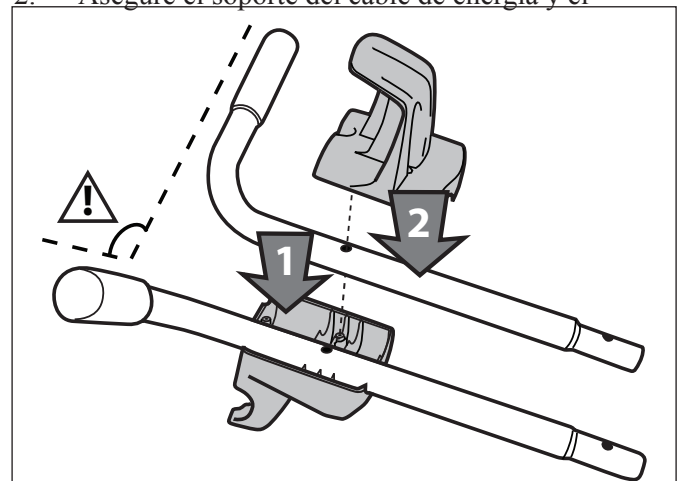

Figura 2. Instale los soportes en las manijas superiores
1. Coloque el soporte del cable de energía y el soporte de unidad de control en los tubos superiores, como se muestra en la Figura 2. Asegúrese de que los tubos superiores (manijas) se encuentren en la orientación correcta.